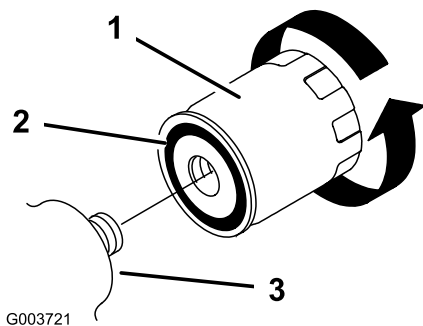

Figure 38
5. Enlevez le filtre à huile usagé (Figure 38) et essuyez la surface du joint de l'adaptateur.
6. Appliquez une fine couche de liquide hydraulique sur le joint en caoutchouc du filtre de rechange (Figure 38).
7. Montez le filtre de rechange sur l'adaptateur (Figure 38). Tournez le filtre dans le sens horaire jusqu'à ce que le joint rejoigne l'adaptateur, puis donnez 1/2 de tour supplémentaire.